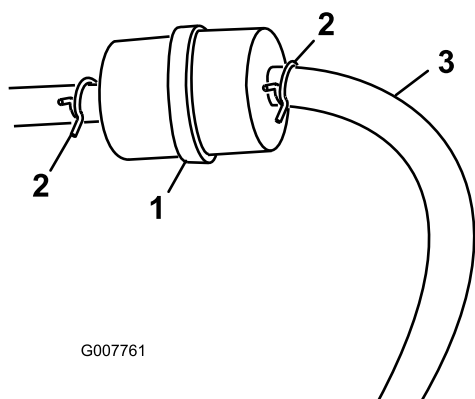

Рисунок 23
3. Сожмите концы шланговых хомутов и сдвиньте их с фильтра (Рисунок 23).
5. Установите новый фильтр и передвиньте шланговые хомуты ближе к фильтру (Рисунок 23).
3. Ослабьте шланговый хомут на топливном фильтре и отодвиньте его по топливному трубопроводу от фильтра (Рисунок 23).
4. Отсоедините топливный трубопровод от топливного фильтра (Рисунок 23).
**Примечание:** Дайте топливу слиться в канистру для топлива или сливной поддон (Рисунок 23).
5. Установите топливный трубопровод на топливный фильтр. Передвиньте шланговый хомут к топливному фильтру, чтобы закрепить топливный трубопровод (Рисунок 23).